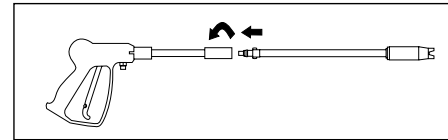

Figure 4 - Branchement de Pistolet/Lance
- Introduire la lance dans le pistolet et tourner au sens des aiguilles d'une montre à l'arrêt positif tel qu'indiqué sur la Figure 4.